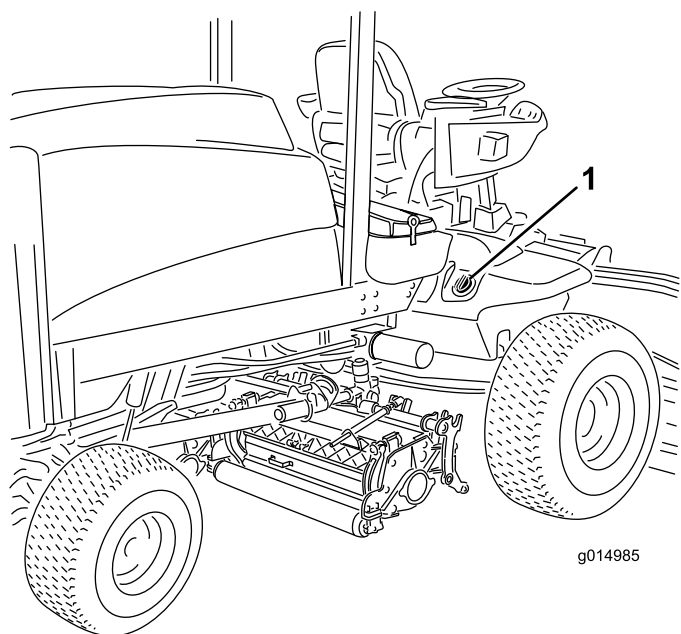

Figure 32
2. Nettoyez la surface autour du goulot et du bouchon de remplissage du réservoir hydraulique (Figure 32). Enlevez le bouchon du goulot de remplissage.